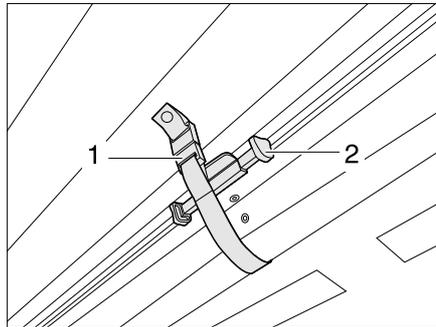

Bild 10 Sicherung der faltverdunklung Frontscheibe
- Die faltverdunklung für die Frontscheibe mit dem Griff (Bild 10,2) nach oben schieben, bis sie einrastet. Mit der Verschlusschlaufe (Bild 10,1) sichern. Die faltverdunklung ist gesichert.